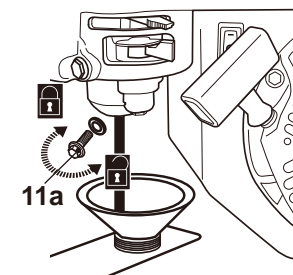

Fig. 40
- > Vacíe el depósito de combustible (11) antes de almacenar el producto durante más de 30 días para evitar que el combustible se deteriore.
- > Desenrosque el tornillo de drenaje de combustible (11aW), mueva la palanca de combustible a su posición de apertura y deje que el combustible entre en el contenedor (Fig. 40).